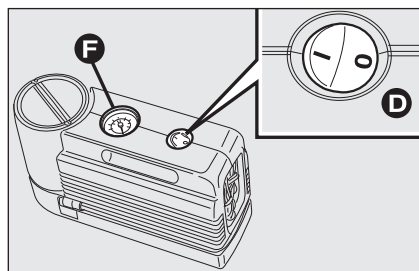
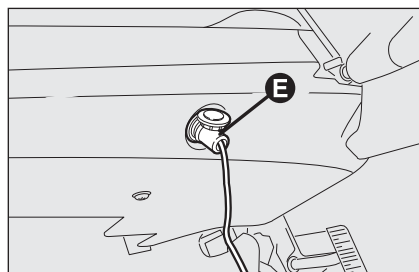

fig. 10
fig. 11
- ☐ asegúrese de que el interruptor **D-fig. 10** del compresor esté en posición 0 (apagado), ponga en marcha el motor, conecte el enchufe **E-fig. 11** en la toma de corriente más cercana y accione el compresor llevando el interruptor **D-fig. 10** a la posición **I** (encendido). Infle el neumático de acuerdo con la presión indicada en el apartado “Presiones de inflado”, en el capítulo “Características técnicas”.
Para obtener una lectura más precisa, se recomienda controlar los valores de la presión en el manómetro **F-fig. 10** con el compresor apagado;